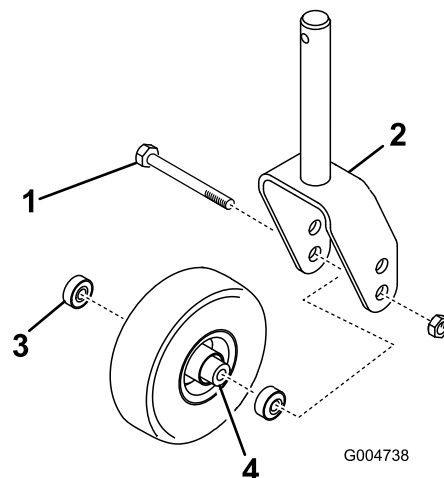
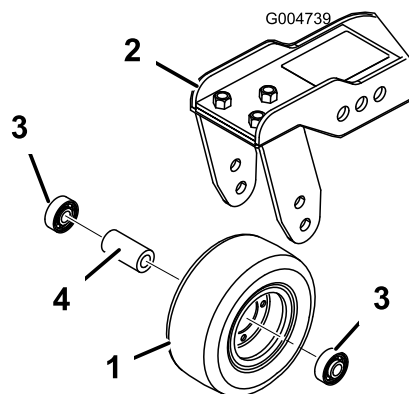

Figura 107
Figura 108
1. Retire a porca de bloqueio do parafuso que fixa o conjunto da roda giratória entre a forquilha da roda giratória (Figura 107) ou o braço articulado da roda giratória (Figura 108).
2. Retire o rolamento do cubo da roda e deixe cair o espaçador do rolamento para fora (Figura 107 e Figura 108).